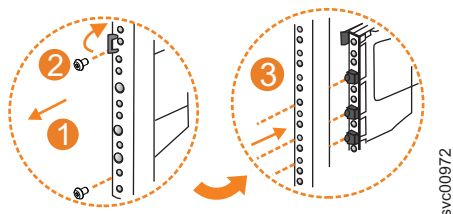

Figure 132. Retirez le guide du support de châssis avant
1. Retirez les deux vis qui fixent la section de glissière externe au support avant, comme indiqué dans la figure 132.
2. Retirez la section de glissière en l'éloignant du support avant, comme indiqué dans la figure 132.